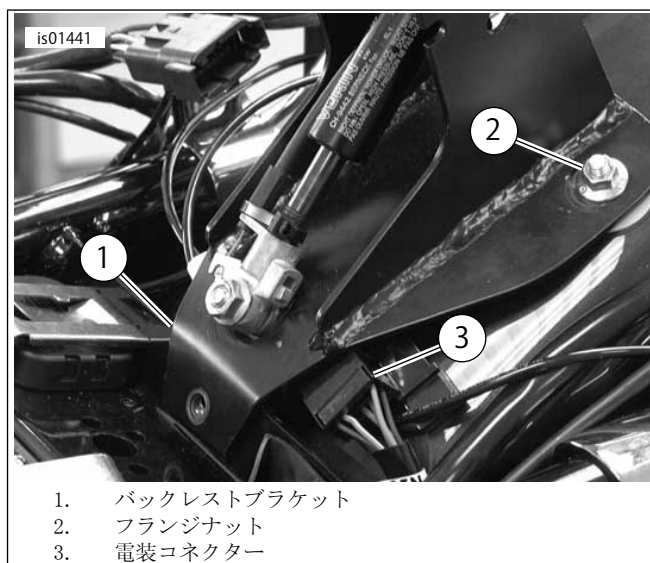

図6。フランジナットおよびスクリューを使用したバックレストブラケットの取り付け
3. 「図6」を参照。ブラケットが干渉しないように、電装コネクター(3)を側面にスライドさせます。